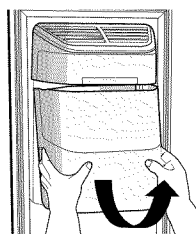

Figure 1
- Maintenez la poignée comme indiqué sur la figure 1.